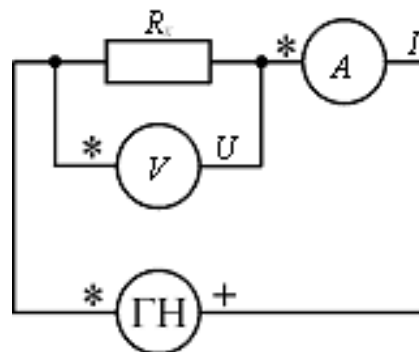

Рис. 3. Практическая схема.
Используя рабочую формулу(3)можно определить величину сопротивления R для нескольких значений напряжения U на концах проводника.Измерения U и I проводятся с помощью вольтметра и амперметра по схеме рис. 3, 4, 5.
1. Собрать схему (см. рис. 3), подключив вместо R_x сопротивление R_{1x} . Внутреннее сопротивление Γ_H выключить.